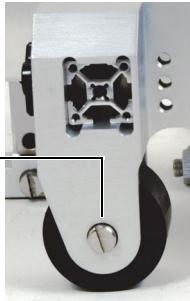

图 2-32 安装在框架上的轮子
1. 使用平头螺丝刀，拆下用于固定轮子的螺钉（参见第66页的图 2-32）。